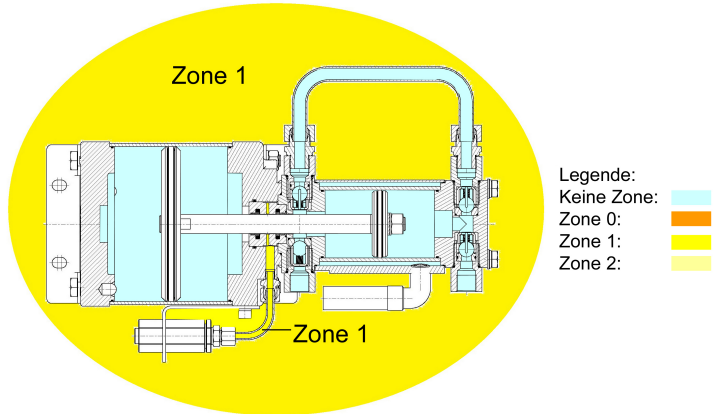

Abb. 10-2 Darstellung ATEX-Zonen
Im Antriebs- und Hochdruckteil ist keine explosionsfähige Atmosphäre erlaubt. Die zulässigen Zonen sind der Abbildung 10-2 „Darstellung ATEX-Zonen“ zu entnehmen.
- 4 -: Im Antrieb und im HD-Teil darf sich kein zündfähiges Gemisch befinden. Die zulässigen Zonen sind der Abbildung 10-2 „Darstellung ATEX-Zonen“ zu entnehmen.
- 10 -: Im Antrieb und im HD-Teil darf sich kein zündfähiges Gemisch befinden. Die zulässigen Zonen sind der Abbildung 10-2 „Darstellung ATEX-Zonen“ zu entnehmen.